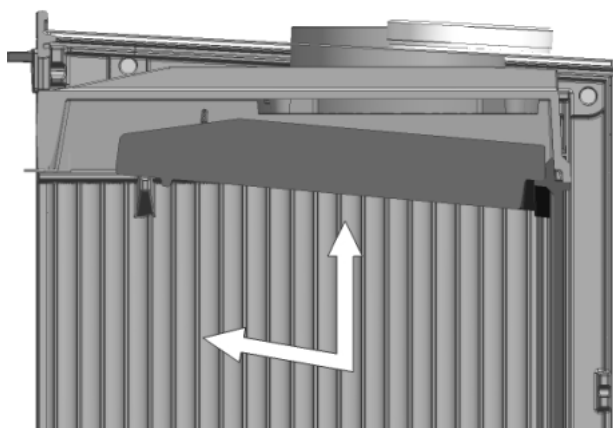

Fig. 1
1. Estrarre il cassetto cenere "A" (Fig.1 e 2)
1 A – Far scivolare la lastra defletttrice in avanti e verso l'alto fino a togliere i perni dalle posizioni laterali del proprio deflettore (Fig. 1).